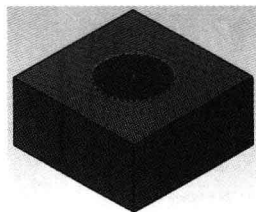

图 1-15 “切除-拉伸”结果
(7) 单击确定，完成“切除-拉伸”操作，结果如图 1-15 所示。